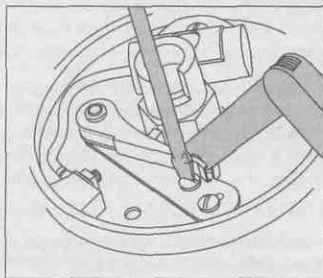

Рис. 12.37. Регулировка контактов прерывателя с винтовой регулировкой
небольшое регулировочное отверстие в крышке распределителя, позволяющее регулировать контакты, не снимая при этом крышки распределителя. Для того чтобы определить, к какой категории можно отнести конструкцию вашего автомобиля, чтобы выполнить правильные действия по регулировке, посмотрите на рис. 12.37–12.39.
При наличии регулировочного винта (рис. 12.37) выполните следующие действия.
4. Вращайте регулировочный винт (см. рис. 12.37) до тех пор, пока щуп не начнет проходить между контактами, касаясь их.
5. В зависимости от того, снабжен ли ваш распределитель специальным регулировочным отверстием (см. рис. 12.39) или контактами, которые регулируются с помощью регулировочного винта или паза (рис. 12.37 и 12.38 соответственно), необходимо сделать следующее.